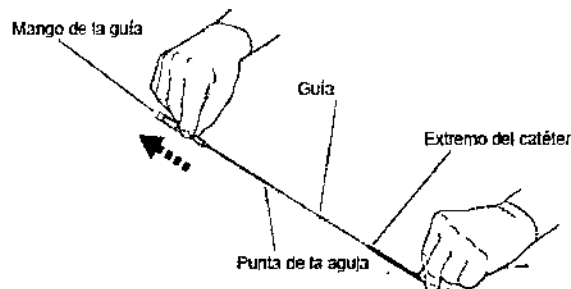

Figura 5. Extracción de la aguja y la guía.
13. Sujete firmemente el catéter en el punto de salida de la fascia y extraiga del catéter la aguja y la guía al mismo tiempo (Figura 5).